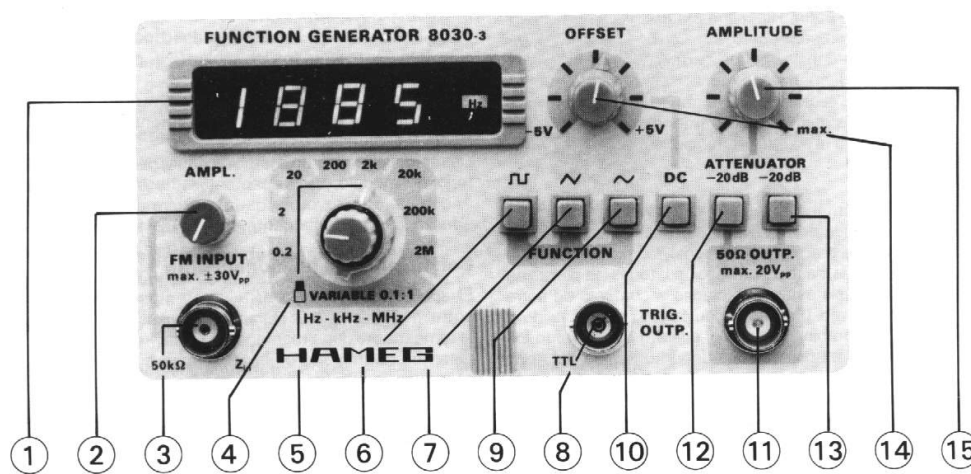

Figura 2. Mandos del HM8030-3.
Para describir los mandos del módulo HM8030-3, vamos a seguir la notación de la Figura 2.
- Selección del margen de frecuencias, mediante el conmutador 5 (Figura 2) de manera que se seleccione el intervalo de frecuencias en el que se encuentra comprendida la señal de salida.